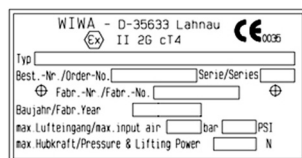

Figura 2.2.1
- Placa de características (Figura 2.2.1)